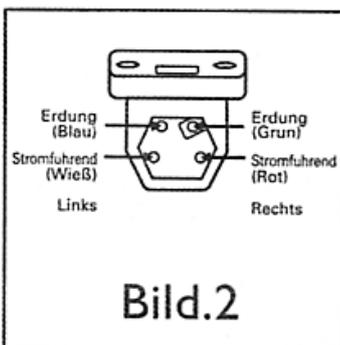

Bild.2
**(2) Anschlüsse.** Die Kontaktstifte sind nach internationaler Norm farbig codiert. Die vier Drähte an die entsprechenden Stifte des Tonabnehmers anschließen (siehe Bild 2)
**(3) Auflagekraft.** Die vorschriftsmäßige Auflagekraft beträgt 1,75 g. Bevor die Auflagekraft justiert wird, ist der Nadelschutz abzunehmen.
**(4) Anpassung.** Das **Uccello** ist an den **Phono-Eingang MM** des Verstärkers anzuschließen. Der Belastungswiderstand sollte 47 kOhm betragen. Die Gesamtkapazität in Parallelschaltung mit dem Tonabnehmer, einschließlich Tonarmleitungen- und Verstärkerkapazität, sollte 200 pF nicht übersteigen. Werden andere Werte für den Belastungswiderstand und die Kapazität benutzt, wird die Leistung von nachstehenden Werten abweichen.